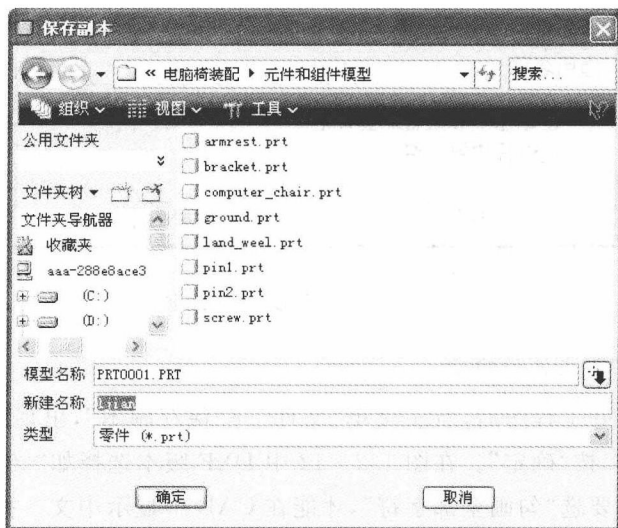

图 1.2-9 “保存副本”对话框
② 如果要改变保存路径或文件名称,则可以选择“文件”→“保存副本”命令,打开如图 1.2-9 所示的“保存副本”对话框。在对话框顶部存储路径下拉列表框中选择要保存的路径,然后在“新建名称”文本框中输入要保存文件的名称或保存已有文件,并在“类型”下拉列表框中选择要另存为的文件类型,最后单击“确定”按钮即可。